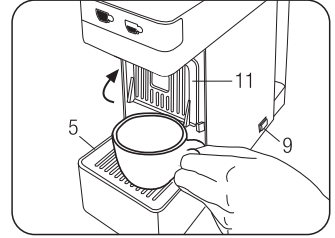

Fig. 5
- Contrôler qu'il n'y ait pas de capsules à l'intérieur et allumer la machine en actionnant l'interrupteur principal (9)
- Poser une grande tasse vide sous le point de versement du café. **(Fig. 5)**
Pour préparer un espresso – touche (A) (Distribution courte) –, positionner la grille supérieure (11) comme illustré Fig. 6. Pour les préparations qui nécessitent l'utilisation de tasses hautes, positionner la grille supérieure (11) comme illustré Fig. 5 et déposer la tasse directement sur la grille inférieure (5) (Fig. 5).